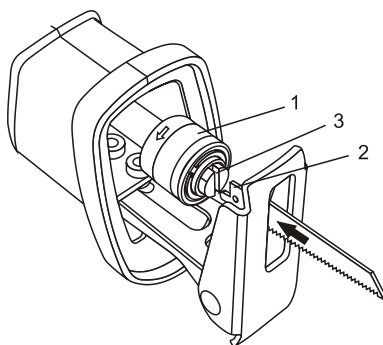

Fig. 1
1. Pentru a monta o lamă în ferăstrău, rotiți manșonul de blocare a lamei (1) în sens invers acelor de ceasornic (Fig. 1).
2. Introduceți lama potrivită (2) în orificiul pentru lamă (3) până la capăt.